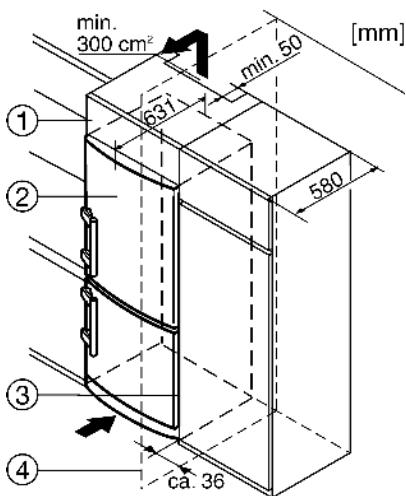

Fig. 9
- (1) Дополнительный шкафчик
(2) Устройство
(3) Кухонный шкаф
(4) Стенка
Устройство может быть окружено предметами кухонной обстановки. Чтобы уравнять устройство Fig. 9 (2) по высоте с кухонной стенкой, можно установить над устройством соответствующий дополнительный шкафчик Fig. 9 (1).
При комбинировании с обычными кухонными шкафами (глубина макс. 580 мм) устройство можно установить непосредственно рядом с кухонным шкафом Fig. 9 (3). Дверца устройства выступают по сторонам на 34 мм и по центру устройства на 50 мм относительно передней стенки кухонного шкафа. Поэтому ее можно свободно открывать и закрывать.
Если устройство установлено на шарнирах у стены Fig. 9 (4), то расстояние между устройством и стеной должно быть не менее 36 мм. Настолько выступает ручка при открытой дверце.